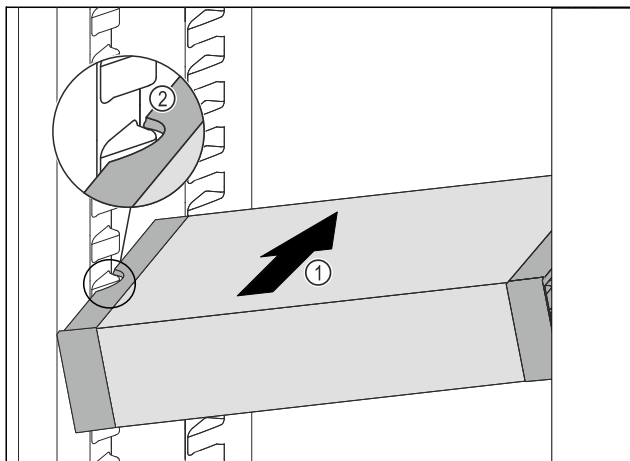

Fig. 63
- Împingeți VarioSafe oblic în frigider Fig. 63 (1), până când degajările laterale Fig. 63 (2) ale VarioSafe se află la înălțimea nervurii recipientului din frigider.